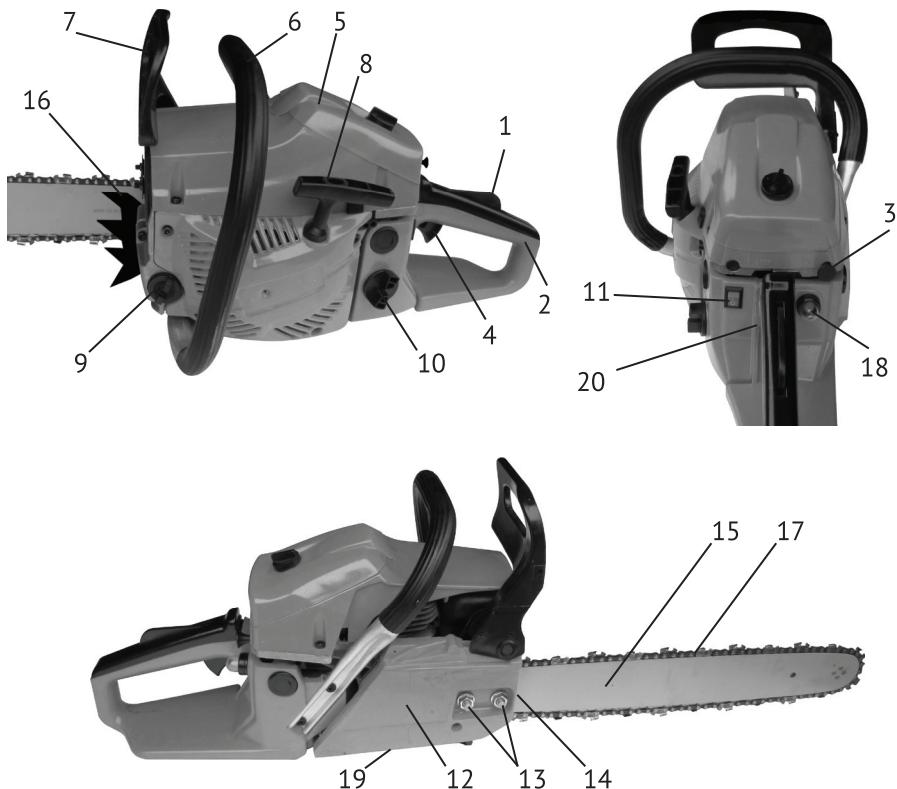

рис.1
Бензопила – инструмент, использующий в качестве привода одноцилиндровый двухтактный бензиновый двигатель внутреннего сгорания. Рабочим органом пилы является пильный аппарат, состоящий из бесконечной (замкнутой) пильной цепи (рис.1 поз.17), бегущей по шине (рис.1 поз.15).
Двигатель работает на топливе из смеси неэтилированного бензина с октановым числом не менее 92 и специального масла для 2-тактных двигателей. Он оснащён мембранным карбюратором и электронной системой зажигания. Для запуска двигателя служит ручной стартёр (рис.1 поз.11) и ручной насос (например, рис.1 поз.18) для предварительной подкачки топлива в карбюратор.
Ведущая звёздочка приводится в движение автоматической муфтой сцепления. На холостых оборотах зацепление не происходит, и пильная цепь не движется. Увеличиваем обороты двигателя до рабочих нажатием на рычаг управления дросселем (рис.1 поз.4). При этом колодки муфты сцепления расходятся и входят в зацепление с барабаном. Вращение начинает передаваться на приводную звёздочку пильной цепи. После отключения рычага управления дросселем, обороты двигателя снижаются до холостого хода (около 4000 об/мин), цепь автоматически останавливается. Остановка цепи также осуществляется механическим тормозом двойного действия: вручную, нажав левой рукой на щиток тормоза (рис.1 поз.7) от себя, или при срабатывании автоматического инерционного привода (при отскоке, защемлении цепи).
Две рукоятки пилы – передняя (рис.1 поз.6) и задняя (рис.1 поз.2) оснащены устройством виброгашения.
2.4 Общий вид бензопилы представлен на рис.1
2.5.1 Установка зубчатого упора (рис.1 поз.16)
Перед монтажом зубчатого упора убедитесь, что переключатель зажигания (рис.1 поз.11) находится в положении «0» - выключено.
- открутите с помощью комбинированного ключа гайки (рис.1 поз.13) крепления шины и снимите тормоз цепи в сборе;
- Ослабьте с помощью комбинированного ключа снимите с пилы гайки (рис.1 поз.13)
- При снятом тормозе цепи, установите шину (рис.1 поз.15) на крепёжные шпильки в крайнее заднее положение.
- Пильную цепь (рис.1 поз.17) наденьте на ведущую звёздочку, расположенную за барабаном сцепления. Уложите верхнюю часть цепи в паз шины, пропустите цепь между зубцами ведомой звёздочки на переднем конце шины. Потяните шину вперёд так, чтобы нижняя часть цепи «села» в паз шины. Проверьте, чтобы направление зуба цепи совпадало с направлением, указанном на корпусе. Убедитесь, что тормоз цепи находится в выключенном положении.
- Удерживая шину с цепью, установите тормоз цепи на крепёжные шпильки, так чтобы сухарь винта натяжителя цепи (рис.1 поз.14) попал в регулировочное отверстие хвостовика шины.
- Затяните гайками (рис.1 поз.13) шину и тормоз цепи вручную.
! *Внимание! Перед регулировкой натяжения цепи убедитесь, что гайки крепления шины (рис.1 поз.13) немного ослаблены.*
Регулировка натяжения цепи производится винтом (рис.1 поз.14) при ослабленных гайках крепления шины:
- отверните пробку маслобака (рис.1 поз.9);
Расход масла для смазки цепи регулируется винтом (рис.1 поз.19). При повороте винта по часовой стрелке расход масла уменьшается, при повороте против часовой стрелки – увеличивается (символы MAX и MIN на корпусе).
- установите переключатель зажигания (рис.1 поз.11) в положение «1» - включено;
- несколько раз медленно нажмите на колпачок праймера (рис.1 поз.18) для подкачки топлива, пока смесь не заполнит резиновый колпачок кнопки;
- вытяните до упора кнопку воздушной заслонки (рис.1 поз.3) из корпуса бензопилы;
- нажмите последовательно рычаг безопасности (рис.1 поз.1) и рычаг управления дросселем (рис.1 поз.4), зафиксируйте их в этом положении кнопкой фиксации (слева на задней рукоятке, рис.1 поз.20 на фото не показана);
- правой рукой за рукоятку стартёра (рис.1 поз.8) сделайте несколько коротких рывков шнура стартёра до первых признаков запуска двигателя (схватывание);
- установите переключатель зажигания (рис.1 поз.11) в положение «I» - включено;
- при необходимости, несколько раз медленно нажмите на колпачок праймера (рис.1 поз.18) для подкачки топлива, пока смесь не заполнит резиновый колпачок кнопки;
- вытяните до упора кнопку воздушной заслонки (рис.1 поз.3) из корпуса бензопилы, затем задвиньте полностью обратно (заслонка заняла пусковое положение);
- вывернуть свечу зажигания, которая находится под крышкой (рис.1 поз.5) воздушного фильтра;